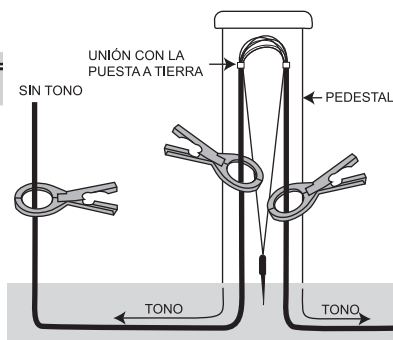

Fig. 10. Puntos de acoplamiento
- Aplicar el acoplador arriba de la unión “bloqueará” eficazmente el tono evitando que se transmita más allá del punto de puesta a tierra. (Consulte la Fig. 10) Al colocar la pinza estratégicamente en la dirección del transmisor, se puede controlar el tono.
3. **Acoplamiento cerca del final:** Para proporcionar un tono desde el final de un cable, se debe unir o conectar a tierra el extremo del cable. (Consulte la Fig. 10)